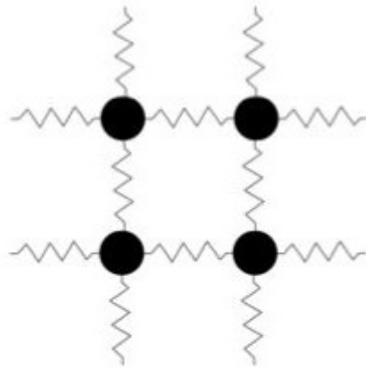

図 2: バネモデル.
**堅い柔らかい** 最も単純な原子のモデルは図 2 に示すバネモデルであり、各原子同士がバネでつながっているというものである。バネを用いている為、結合エネルギーは